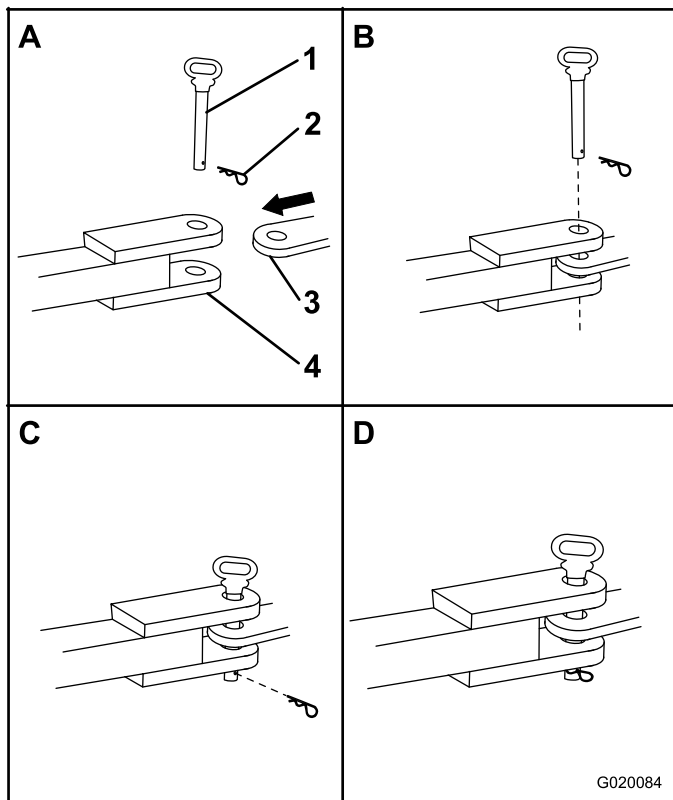

Figura 25
- Introduzca una chaveta por el taladro de la parte inferior del pasador de enganche (Figura 25 C).